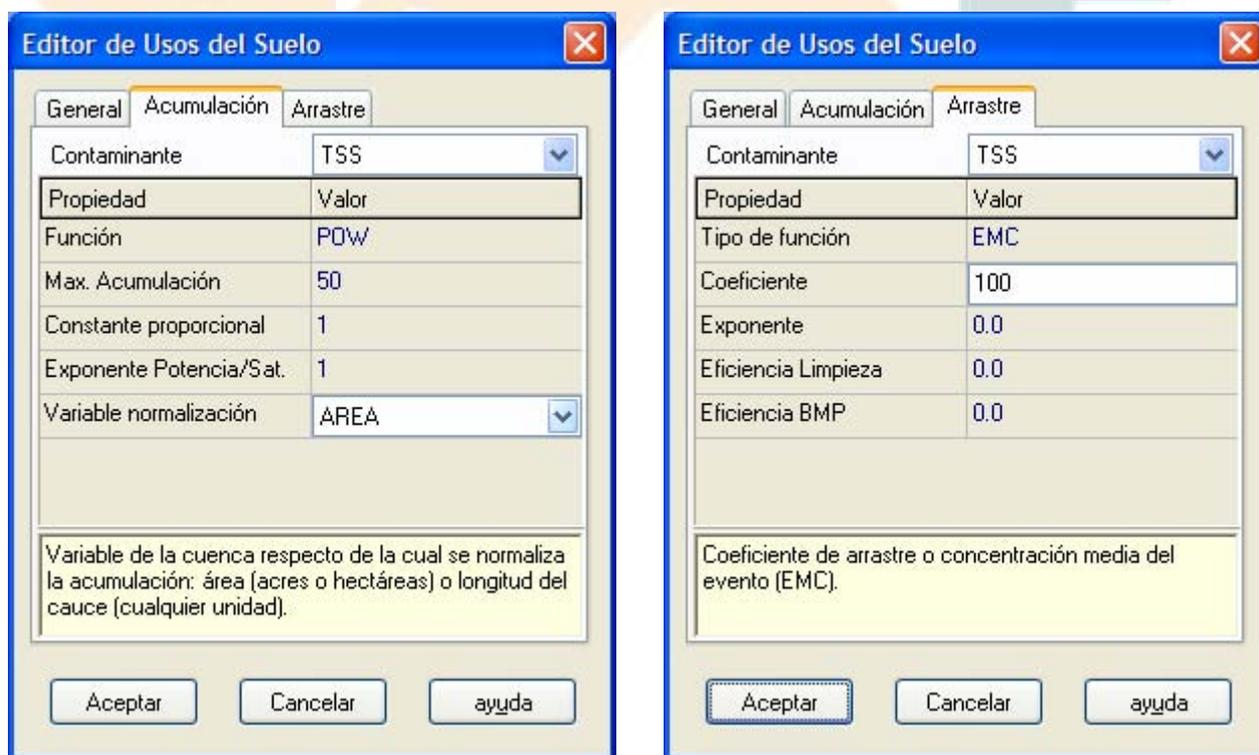

Figura 2.21. Definición de la función de acumulación y arrastre de TSS para el uso del suelo Residencial.
2. En la ventana de diálogo de Edición de Usos del Suelo, desplazarse hasta la página Acumulación, tal como muestra la Figura 2.21.